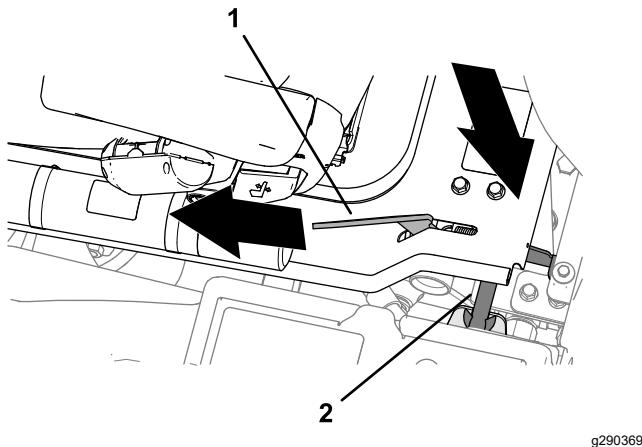

Figura 46
- Cuando la plataforma se acerque a la posición de totalmente bajada, mueva la palanca de cierre de la plataforma (Figura 46) hacia la parte delantera de la máquina.